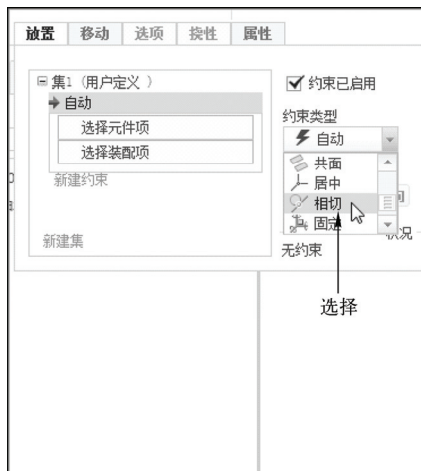

图 11-28 选择“相切”选项
STEP 02 用与上述同样的方法，打开一个零件，同时打开“元件放置”选项卡，单击“放置”按钮，弹出“放置”下滑面板，单击“约束类型”下拉列表框的按钮，在弹出的列表中选择“相切”选项，如图 11-28 所示。